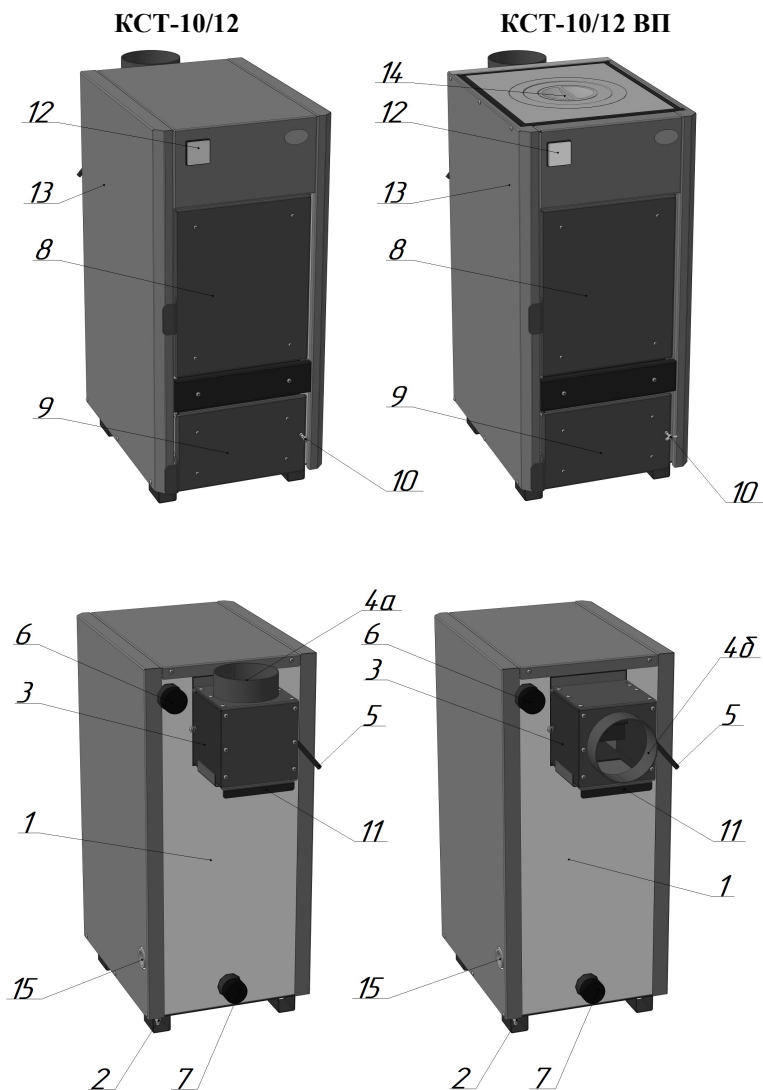

Рисунок 1. Котлы КСТ-10/12, КСТ -10/12 ВП
5.2. Котел (рисунок 1) состоит из корпуса (поз. 1), топки, газохода (поз. 3), патрубка дымового (поз. 4), который может быть переставлен в горизонтальное положение. В нижней части топки устанавливается колосник и зольный ящик. К передней стенке котла присоединяются загрузочная дверца (поз. 8) и поддувальная дверца (поз. 9). Чистка газохода осуществляется через отверстие в его нижней части, которое закрывает заслонка газохода (поз. 11). В поддувальной дверце котла встроен винт регулировки тяги (поз. 10) для регулировки подачи воздуха в топку.